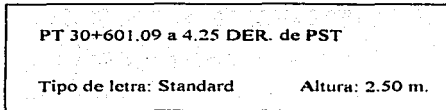

FIG. 5.4.5 REFERENCIAS.
- Elabore el bloque con el texto para las referencias, en la FIG. 5.4.5 observará el tipo de letra y la altura.